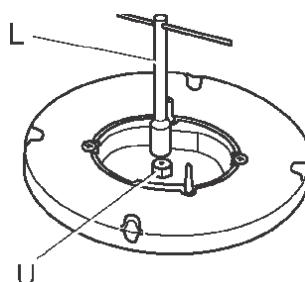

Рис. 8
- С помощью торцового ключа L отвинтите форсунку U (рис. 8) и замените ее на другую.